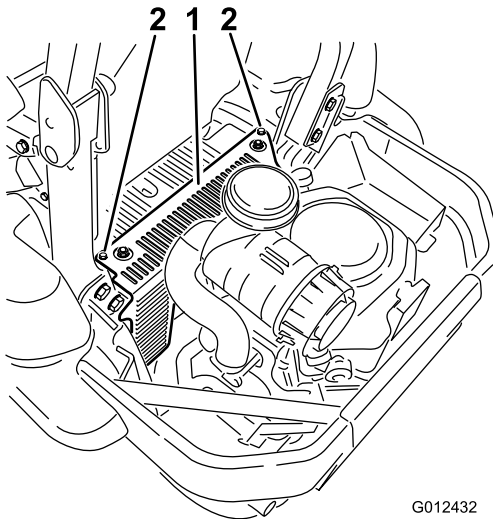

Figura 53
3. Retire la cubierta de la unidad hidráulica y los 2 pernos que están sujetos a la misma (Figura 53). Así tendrá acceso a la bujía delantera.
Instale la cubierta de la unidad hidráulica (Figura 53).